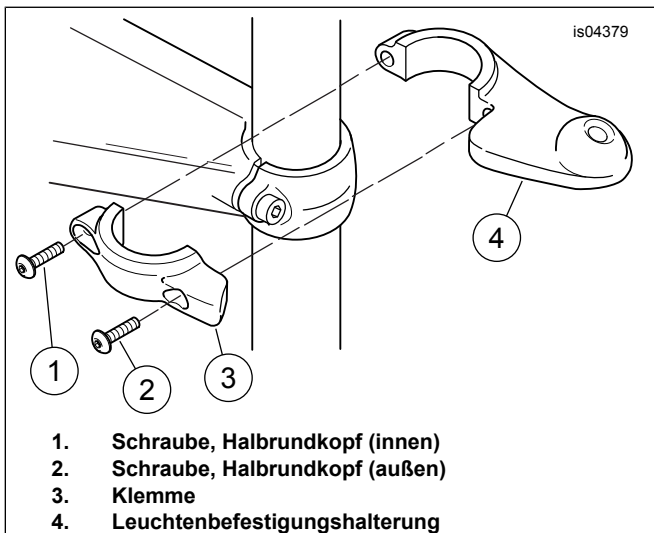

Abbildung 1. Befestigungshalterung an Tauchrohr befestigen (rechte Seite dargestellt)
5. Siehe Abbildung 1. Die rechte Befestigungshalterung (4) und Klemme (3) wie abgebildet am rechten Tauchrohr platzieren. Mit zwei Halbrundkopfschrauben lose anziehen. Zuerst die äußere Schraube (2), dann die innere Schraube (1) auf folgendes Drehmoment anziehen: 8–9 N·m (70–80 in·lbs).